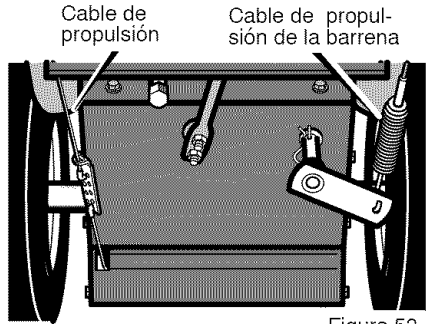

Figura 53
**NOTA:** Si los cables se han desconectado, conéctelos como se muestra en la Figura 53.